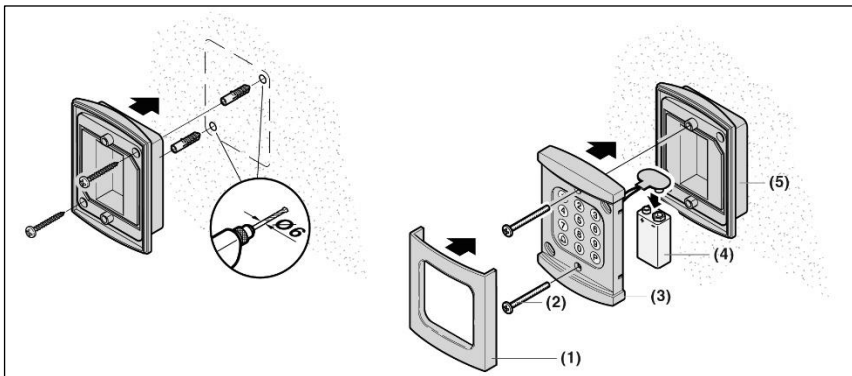

Fig. 1
3 Beschrijving van het apparaat (fig. 1)
4.1 Radio-codetoetsenbord monteren (fig. 1 en 2)